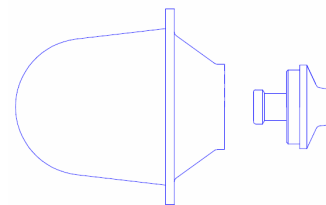

Рисунок 2.1 – Основание светильника.
1. Отсоедините основание светильника ЗОМ (А) (рисунок 2.1).